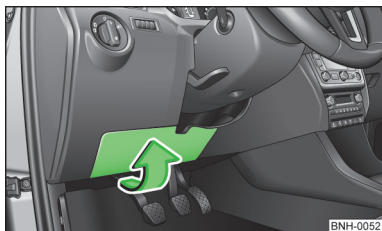

Fig. 144
- > Îndepărtați capacul panoului de siguranțe » fig. 144 în sensul săgeții.